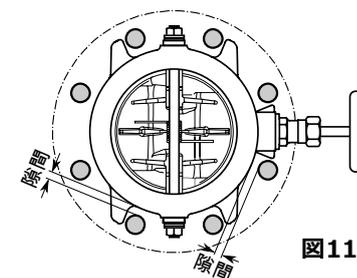

図11
- ⑥ バルブを完全に挿入した後、配管ガスケットを挿入し、ジャッキボルトを取り外して残りの配管ボルトを差し込みます。このとき上下2~4本のボルトを仮止めし、ボルトとバルブ本体外周の隙間およびバルブとガスケット外周の差、が全ボルトで等しくなるようバルブの位置を調整してください。(図11)